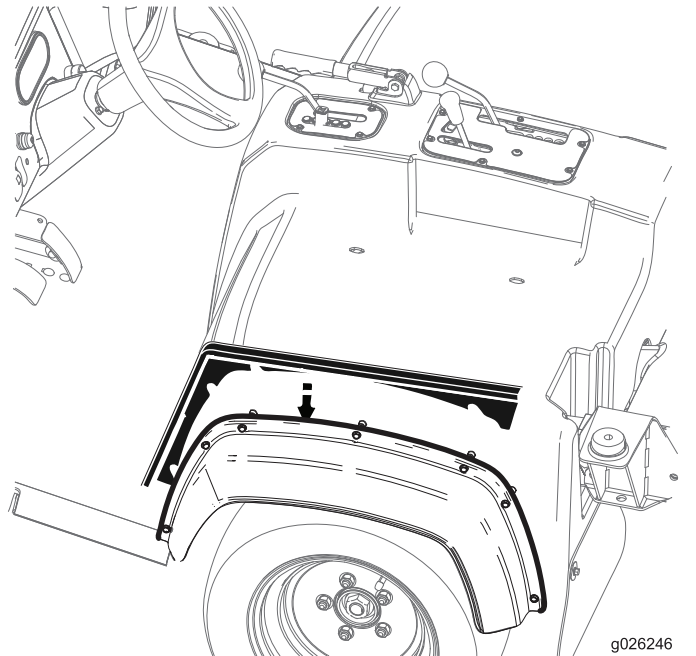

Figura 29
2. Deslice los paneles laterales entre la moldura de los asientos y los guardabarros laterales (Figura 29).